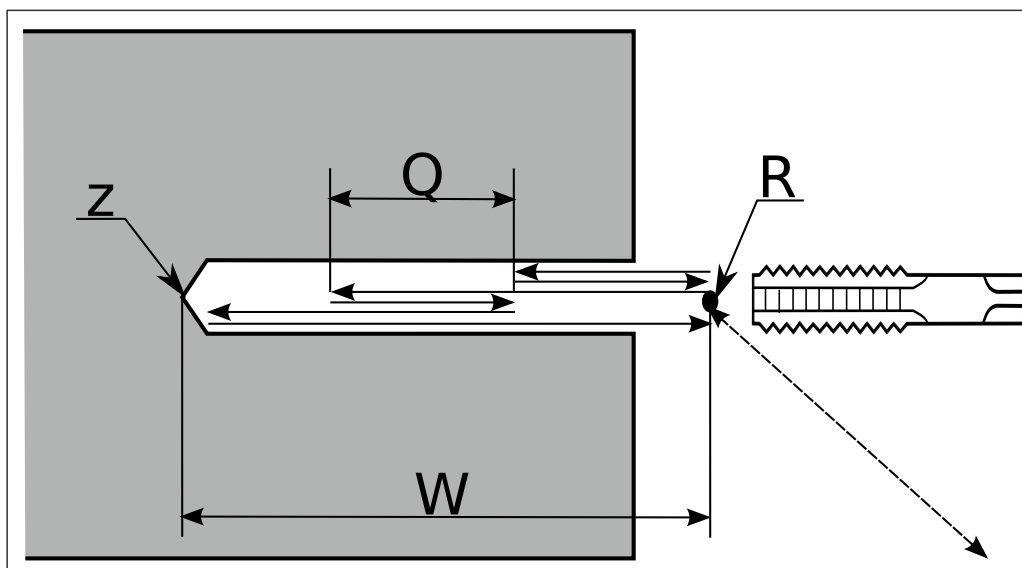

Рис. 2.14.17: Цикл нарезания резьбы метчиком (с плавающей головкой), G84
**Пример** нарезания резьбы метчиком (с плавающей головкой) с помощью цикла G84 (рис. 2.14.17):